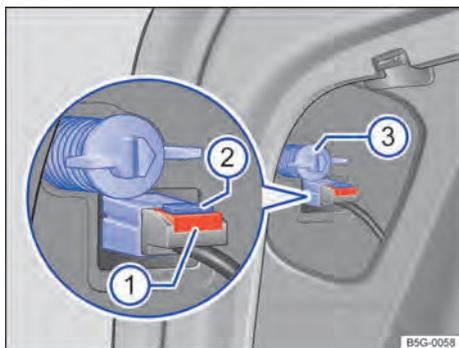

Fig. 225 Lateralmente no compartimento de bagagem: desinstalar a lanterna traseira.
4.	Retirar o fusível ⇒ Fig. 225 ①. Pressionar o bloqueio ② do conector e retirá-lo.
5.	Remover o parafuso de fixação com a mão ③.
12.	Segurar a lanterna traseira na posição de montagem com uma das mãos e rosquear o parafuso de fixação com a outra ⇒ Fig. 225 ③.
14.	Encaixar o conector no suporte da lâmpada e pressionar para dentro o fusível ①.